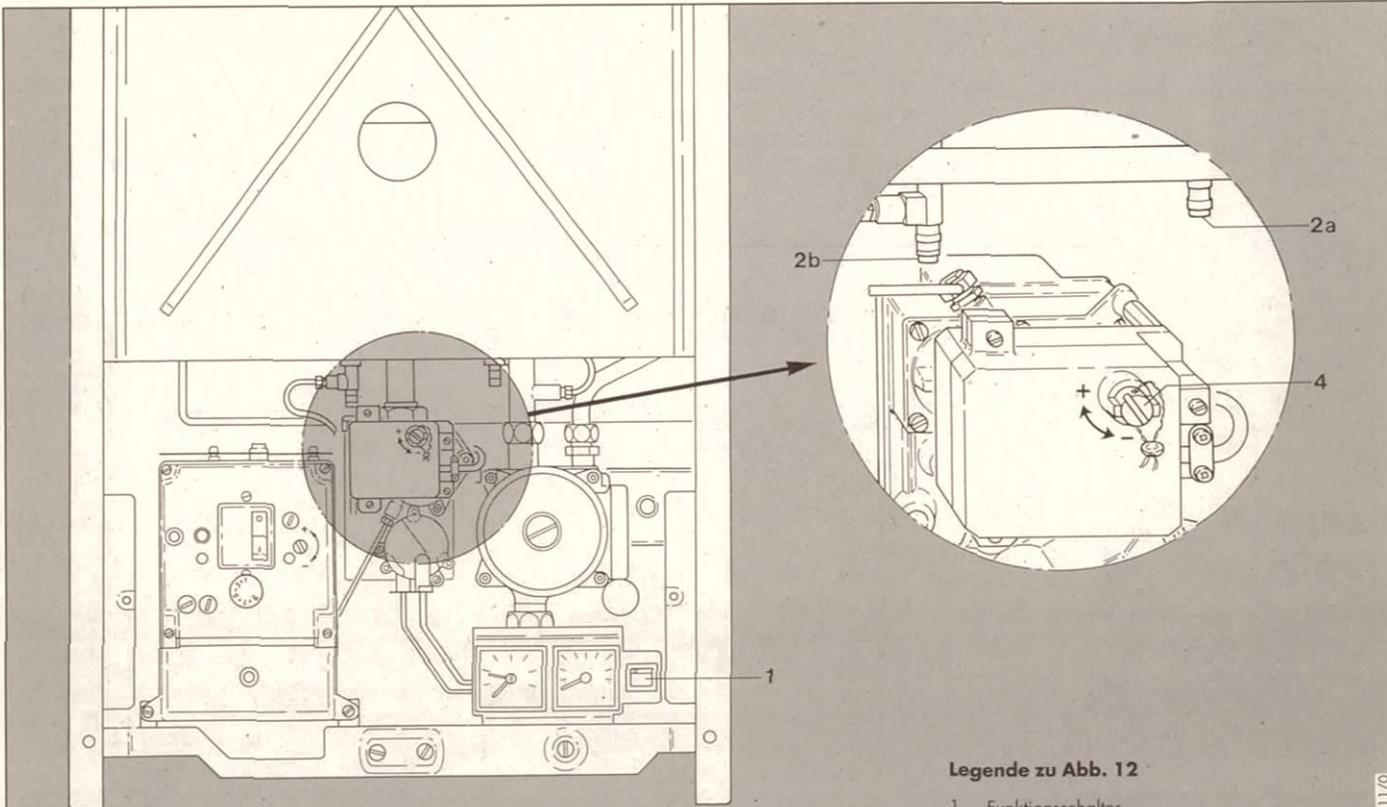

Abb. 12
Legende zu Abb. 12
- Funktionsschalter (1, Abb. 12) wieder ausschalten.